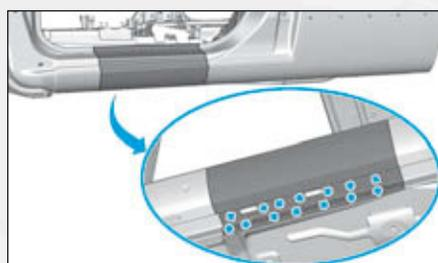

FIG.117
- Dépointer les points (Fig.117).